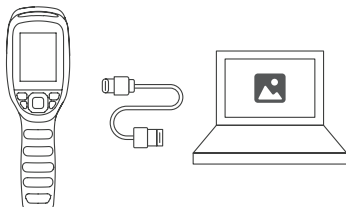

図 3.1.1
2. 提供した USB ケーブルで TC004 をコンピュータに接続します（図 3.1.1 を参照）。